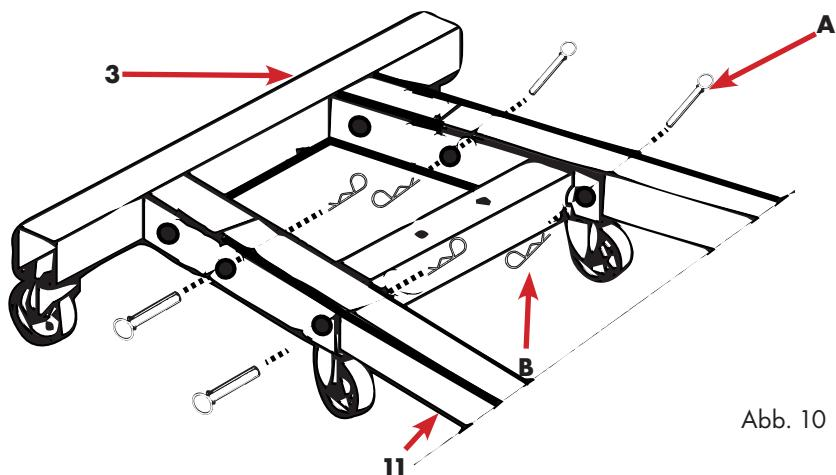

Abb. 10
- Sichern Sie die Splintbolzen von innen mit den Splinten, Abb.10.
Legende Abbildung 10 (siehe auch ab Seite 15, Abbildung 2 und Tabelle 1)